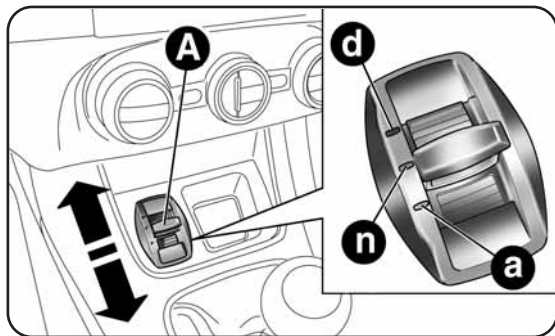

fig. 80
Il s'agit d'un dispositif qui permet, en actionnant le levier A-fig. 80 (logé dans le tunnel central) de sélectionner trois modes différents de réponse de la voiture selon les exigences de conduite et des conditions de la chaussée :
De plus, le dispositif agit sur les systèmes de contrôle dynamique de la voiture (moteur, direction, système VDC, combiné de bord). Pendant le déplacement du levier A-fig. 80 en position « d », une temporaire variation de luminosité (clignotement) du combiné de bord signale l'activation du mode « Dynamic ».
Le levier A-fig. 80 est de type monostable, à savoir qu'il reste toujours en position centrale. La modalité de conduite choisie est signalée par l'allumage de la DEL correspondante sur la moulure et par l'affichage à l'écran multifonction reconfigurable, comme illustré ci-après :
Pousser le levier A-fig. 80 vers le haut (au niveau de la lettre « d ») et le laisser dans cette position pendant 0.5 sec. ou en tout cas jusqu'à l'éclairage de la DEL correspondante, ou bien jusqu'à l'affichage de l'inscription « Dynamic » à l'écran (voir figures). Après avoir été relâché, le levier A revient en position centrale.
Pousser le levier A-fig. 80 vers le bas (au niveau de la lettre « a ») et le laisser dans cette position pendant 0,5 secondes ou en tout cas jusqu'à l'éclairage de la DEL correspondante, ou bien jusqu'à l'affichage de l'inscription « All Weather » à l'écran (voir figures).
Pour désactiver la modalité « All Weather » et revenir à « Normal », suivre la même procédure indiquée pour la modalité « Dynamic » ; la seule différence étant que le levier A-fig. 80 doit être positionné sur la lettre « a ».
- En cas d'anomalie du système ou du levier A-fig. 80, aucune modalité de conduite ne peut être enclenchée. Un message d'avertissement s'affichera à l'écran.